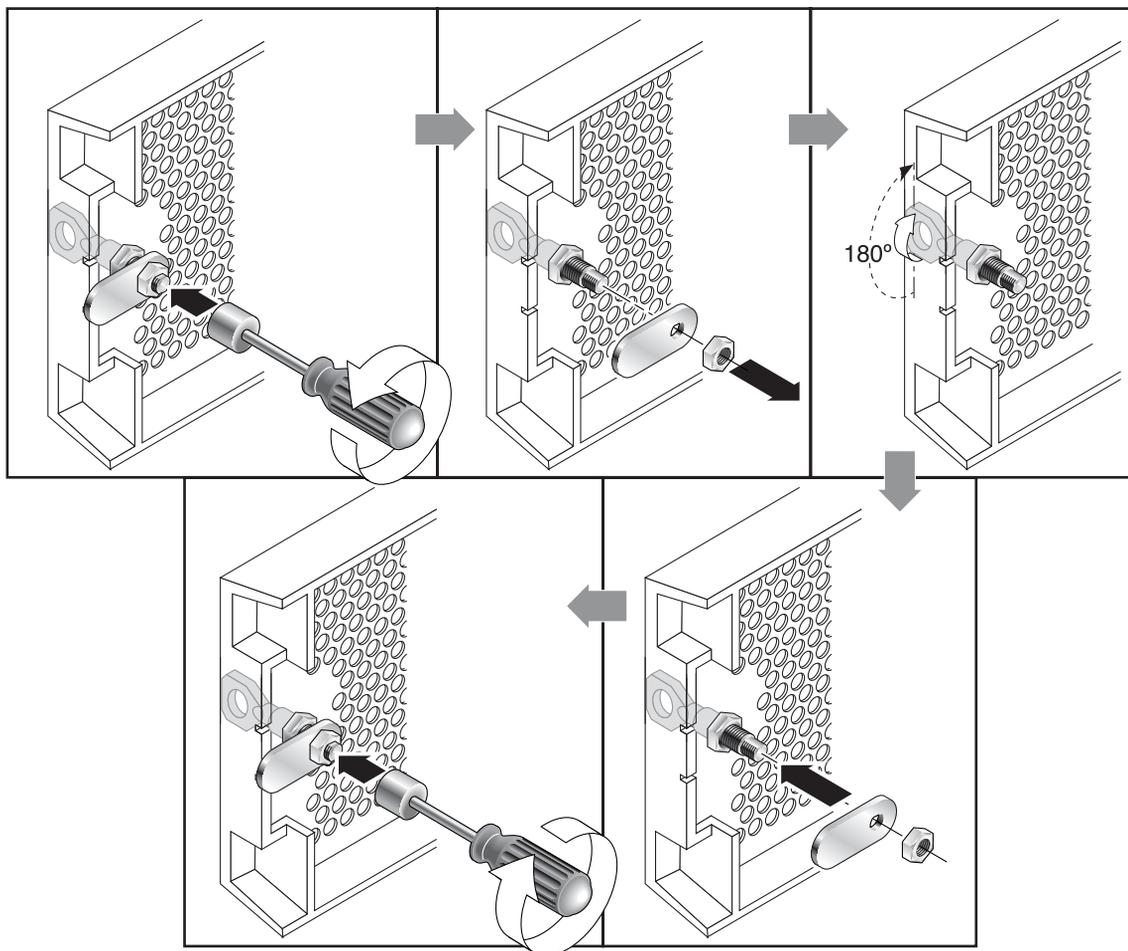

图 4-2 改装前盖锁以使钥匙无法取下的步骤
3. 使钥匙保留在原位，使用 3/8 英寸（12 毫米）螺母扳手卸下用于固定棘爪的螺母，如图 4-2 中第一幅图所示。
4. 从锁身的螺纹部分抬起棘爪，如图 4-2 中第二幅图所示。
6. 用钥匙将锁转动 180 度，如图 4-2 中第三幅图所示。
7. 以原先的朝向装回棘爪，如图 4-2 中第四幅图所示。
8. 使钥匙保留在原位，使用螺母扳手重新拧紧用于固定棘爪的螺母，如图 4-2 中第五幅图所示。一定不要使螺母上的螺纹交叉。